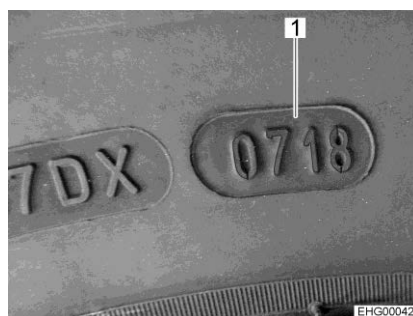

Fig. 227 Code DOT
- ▷ Les pneus ne doivent pas être plus âgés que 6 ans ; le matériau devenant poreux avec le temps. Le code DOT (Fig. 227,1) à quatre chiffres appliqué sur le flanc du pneu indique la date de fabrication. Les deux premiers chiffres désignent la semaine, les deux derniers l'année de fabrication.